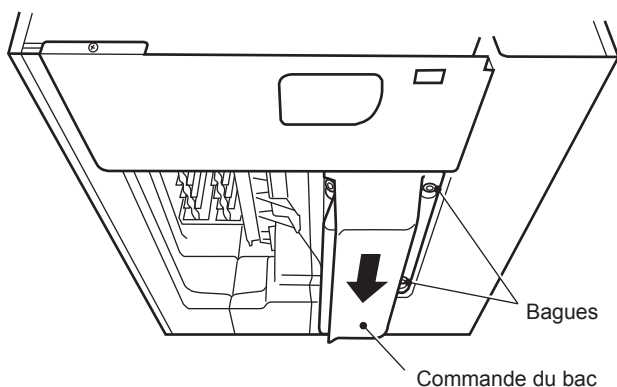

Fig. 4
- 8) Tout en tirant le fil de la commande du bac vers le haut, fixer la commande du bac sur la paroi intérieure, du côté droit. Soulever ensuite la commande du bac contre la partie inférieure de l'appareil et la faire glisser vers l'arrière jusqu'à ce qu'un déclic confirme sa mise en place. Les trous à rainures situés du côté droit de la commande du bac doivent être placés sur les bagues, au niveau de la partie inférieure de l'appareil. Voir fig. 4.